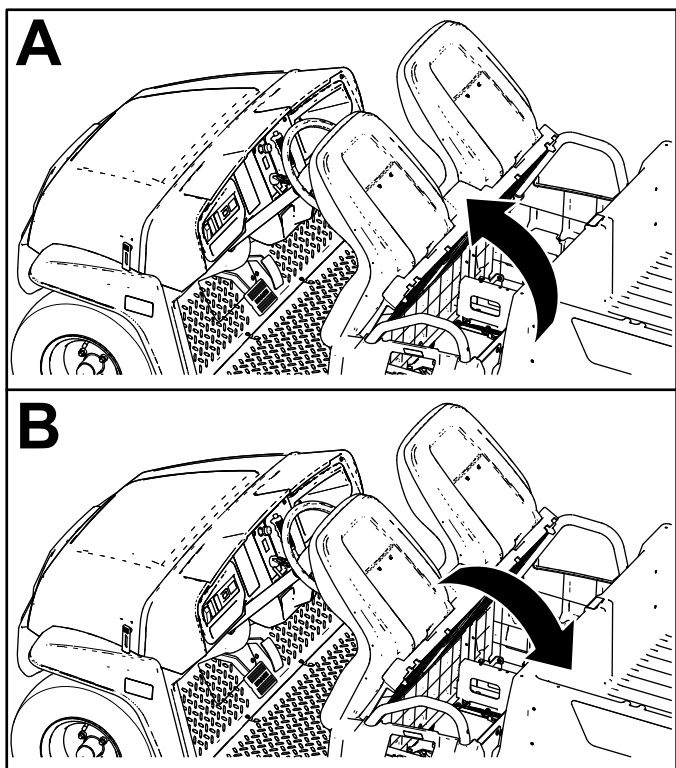

Рисунок 26
Для подъема сиденья в сборе наклоните сиденье вперед так, чтобы оно уперлось в рулевое колесо (**Рисунок 26**).
Для опускания сиденья в сборе толкните сиденье назад, установив его в исходное положение (**Рисунок 26**).
1. Наклоните сиденье в сборе вперед в поднятое положение (Рисунок 26).